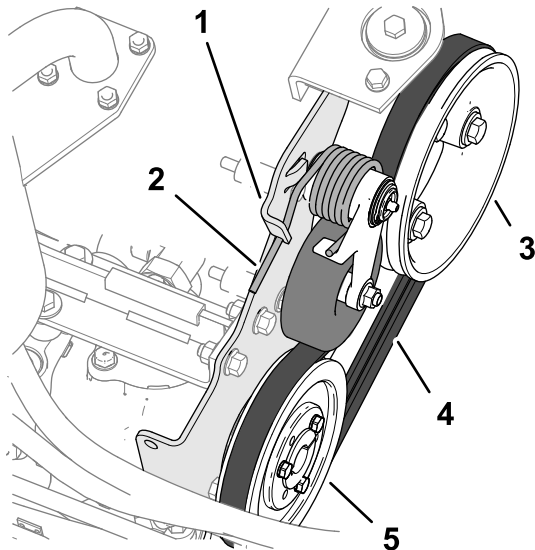

Figure 88
2. Appuyez sur l'extrémité du ressort de tension de la courroie et sortez-la du cran dans la patte du support de pompe, puis avancez le ressort (Figure 88).